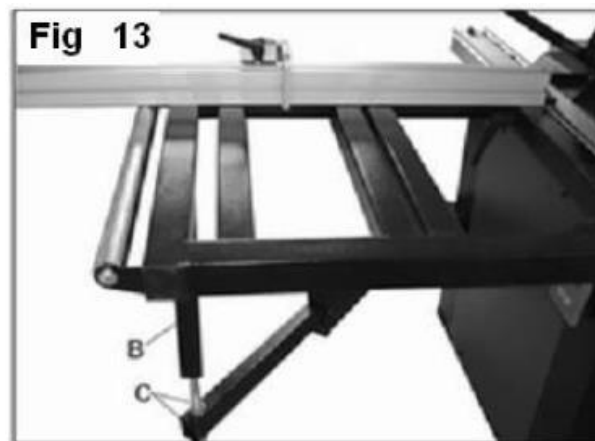

Рис.17
3. Двумя болтами М6 х 30 закрепить стол для поперечной распиловки на опоре (B) **Рис.17**.
4. Четырьмя гайками М12 (C) **Рис.17** отрегулировать стол для поперечной распиловки вровень с кареткой.
5. Затянуть 4 гайки М12 (C).